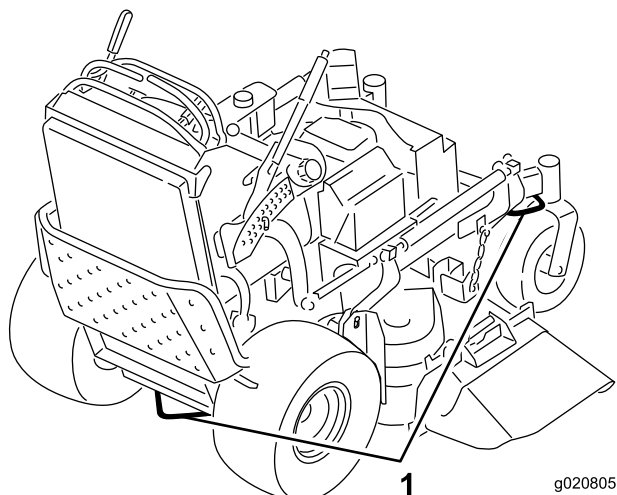

図 25
6. マシンにはロープ固定用のアイがついているので、チェーンやロープなどを使ってトラックやトレーラに機体をしっかりと固定する 図 25